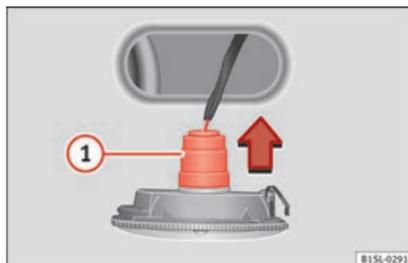

Abb. 154 Seitliche Blinkleuchte: Glühlampentausch.
2. Die seitliche Blinkleuchte aus der Karosserie heraushebeln ②.
3. Lampenhalter mit der Glühlampe in Pfeilrichtung » **Abb. 154** ① herausziehen.